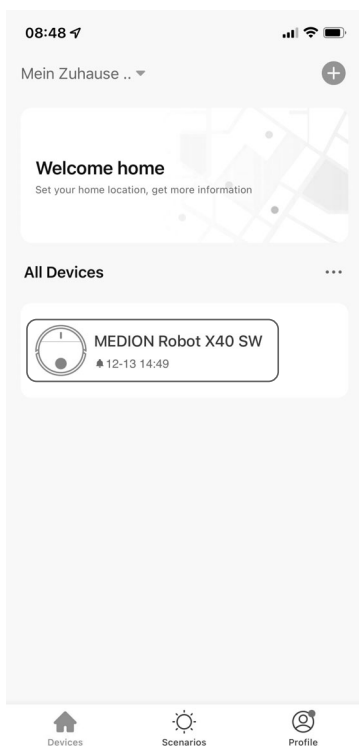

Fig. 13
- ▶ A questo punto è possibile rinominare il robot aspirapolvere. Successivamente è possibile selezionare l'apparecchio nell'elenco degli apparecchi (**vedere la fig. 13**).